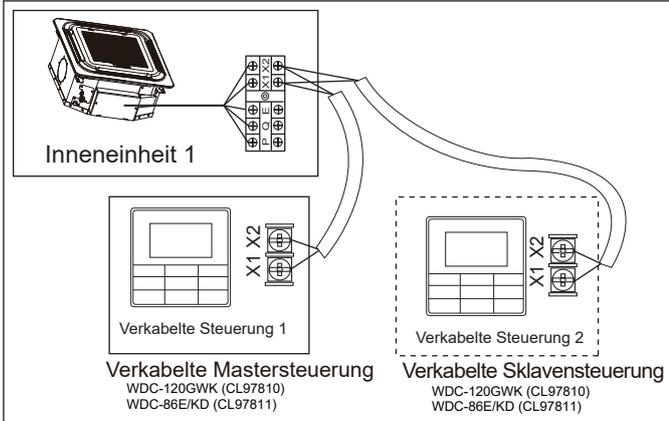

Abbildung 6.7
- Verwenden Sie 1 verkabelte Steuerung zum Einheiten Inneneinheit oder 2 verkabelte Steuerungen (eine Master- und eine Sklave-Steuerung) zum Steuern einer Inneneinheit (siehe Abb. 6.7);